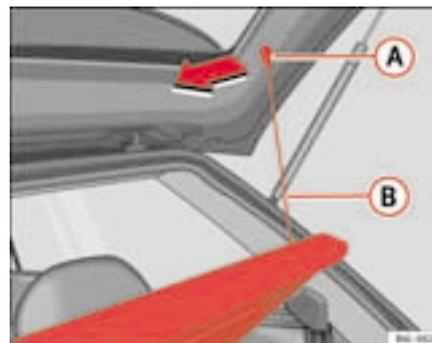

Fig. 87 Chapeleira
- Desengate os tirantes ⇒ fig. 87 B dos alojamentos A